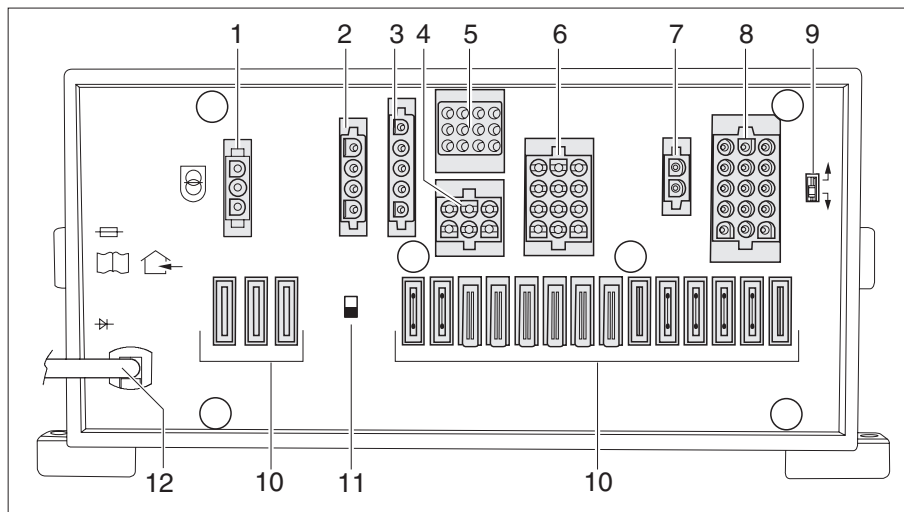

Fig. 69 Bloque eléctrico (EBL 31)
- El separador de batería (Fig. 69,11) desconecta todos los consumidores conectados al bloque eléctrico de la red de 12 V.
El separador de batería (Fig. 69,11) apaga todos los consumidores de 12 V en el habitáculo, incluida la válvula de seguridad/purga. De este modo se evita la descarga lenta de la batería del habitáculo cuando el vehículo no se utiliza durante tiempo prolongado (p. ej. durante un tiempo transitorio fuera de servicio).
- ▶ Presionar hacia arriba el separador de batería (Fig. 69,11): Batería On.
- ▶ Presionar hacia abajo el separador de batería (Fig. 69,11): Batería Off.
Si el selector de batería (Fig. 69,9) no está configurado correctamente, puede formarse gas detonante. ¡Peligro de explosión!
En el selector de batería (Fig. 69,9), el módulo de carga en el bloque eléctrico puede ajustarse al tipo de batería del vehículo ("plomo-gel", "plomo-ácido" o AGM) instalada en el vehículo.